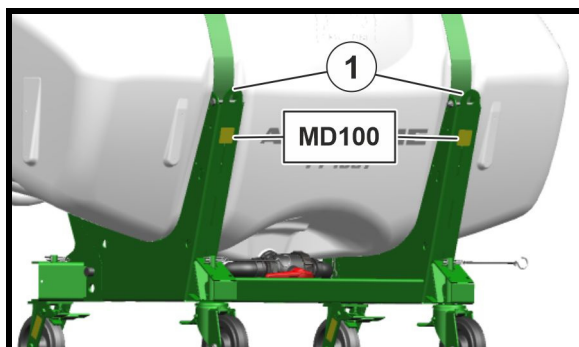

Рис. 3
- две точки строповки спереди (Рис. 3/1)
При погрузке агрегата с помощью подъёмного крана следует использовать обозначенные точки для крепления (Рис. 3/1) подъёмных строп.